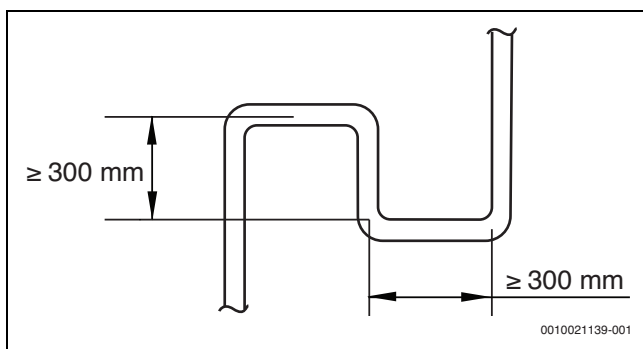

Рис. 6
- ▶ Когда наружный блок находится выше внутреннего блока и разница уровней превышает 20 м, рекомендуется, чтобы патрубок обратной линии масла устанавливался с интервалом 10 м на газовой трубе главного трубопровода. Рекомендуемые спецификации обратного патрубка масла показаны на рис. 6.